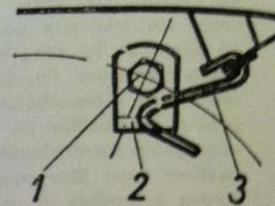

Fig. 147
16. Dévisser l'écrou M 10 de la vis M 10 $\times$ 35 serrant l'aile contre la bride de la trompette du pont arrière. Emmancher sur ce boulon le support (fig. 147/2) gauche, de la bâche une rondelle Grower et visser à fond le tout avec l'écrou M 10 (fig. 147/1). Mêmes opérations pour le montage du support droit de la bâche.
17. Accrocher la bâche d'étanchéité à l'aide des crochets (fig. 147/3) sur le support de la bâche. Pour déposer la cabine, reprendre dans l'ordre inverse les opérations précédentes.